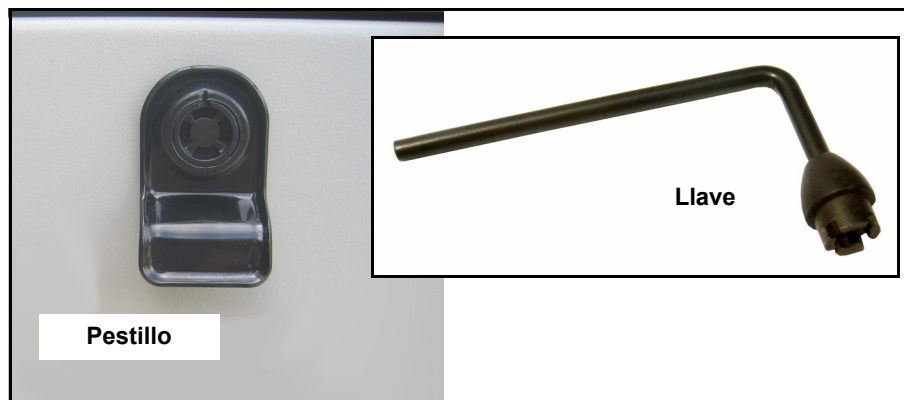

Figura 3-2. Llave de panel de acceso
2. Inserte la llave en el pestillo y gire 1/2 vuelta en sentido contrahorario. Vea la Figura 3-2.